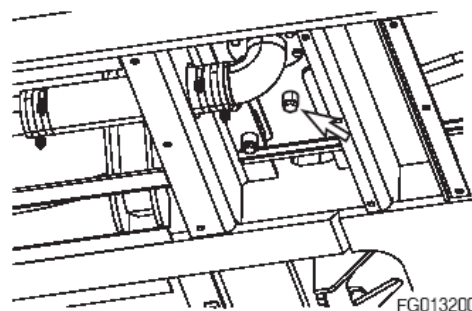

Рис. 19
- В. Слить избыток масла через сливной кран (рис. 19) в нижней части бака в соответствующую емкость, подсоединив к крану шланг.